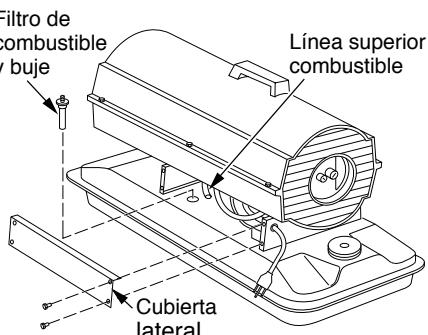

**Figura 14 - Ajuste de la presión de la bomba (Sólo para los modelos 40/55/60/70)**
- Ajuste la presión. Gire la válvula de escape hacia la derecha para incrementar la presión. Gire la válvula de escape hacia la izquierda para disminuir la presión. Consulte las especificaciones a continuación para la presión correcta (consulte la figura 14).